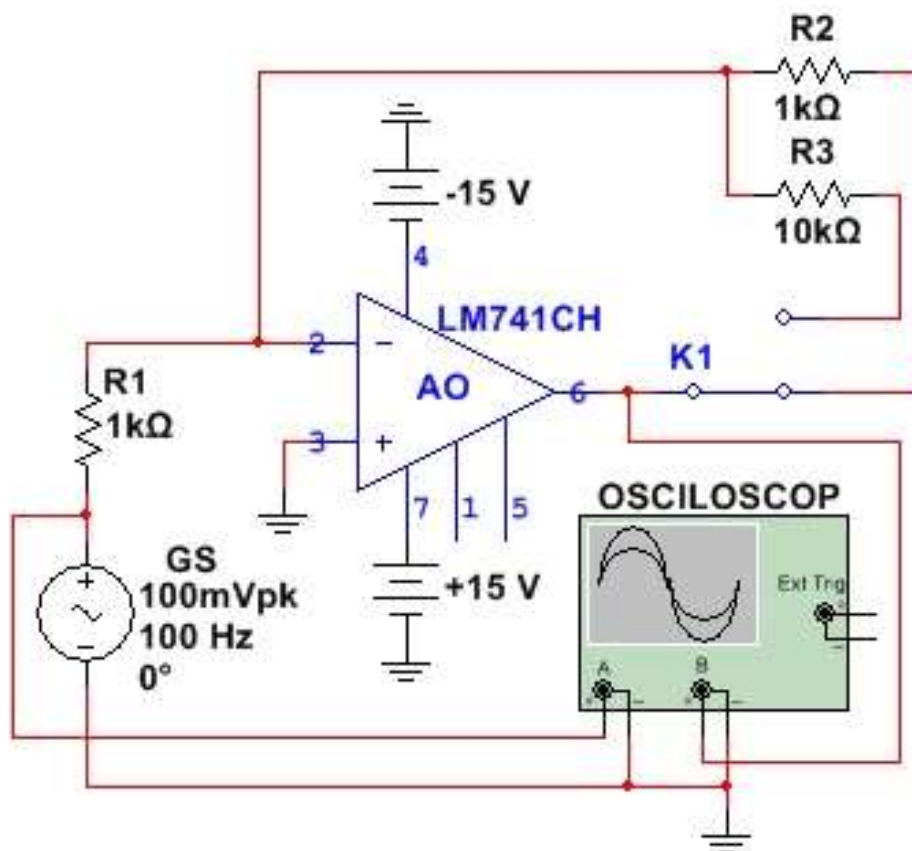

Figura 2.29 Circuit inversor cu AO.
1. Se realizează cu simulatorul schema electronică din **figura 2.29**;
2. Se realizează pe placa de probă montajul din **figura 2.29**;
3. Se conectează generatorul de semnal ca în **figura 2.29** și se reglează amplitudinea semnalului alternativ **Vi = 100 mV** și frecvența **f = 100Hz**;
4. Se conectează osciloscopul cu două spoturi ca în **figura 2.29** și se setează astfel:
5. Se fixează comutatorul **K1** pe poziția **1** ca în **figura 2.29**.